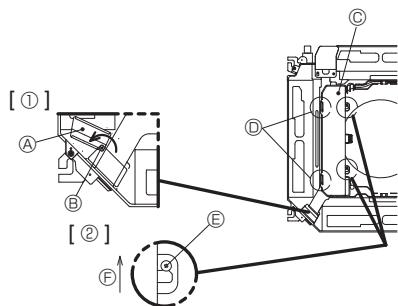

Fig. 5-4
1. Desserrez la vis de fixation du panneau de service du câblage électrique au niveau de l'entrée de câble (fil du KIT DE VANNE en option) puis faites tourner le panneau dans la position indiquée sur le diagramme. [Fig. 5-4 ①]
2. Desserrez les deux vis de fixation du couvercle du boîtier électrique et faites glisser le couvercle. [Fig. 5-4 ②]